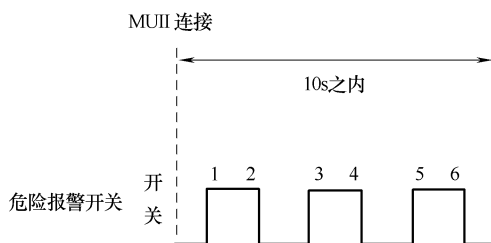

图 2-8 按下危险报警灯的间隔示意
- 4) 在 10s 之内按下危险报警灯开关 6 次（图 2-8）